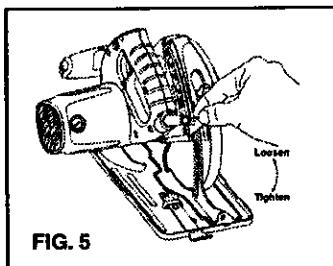

FIG. 5
1. Afloje la palanca de bloqueo de profundidad como se muestra en la Fig. 5.